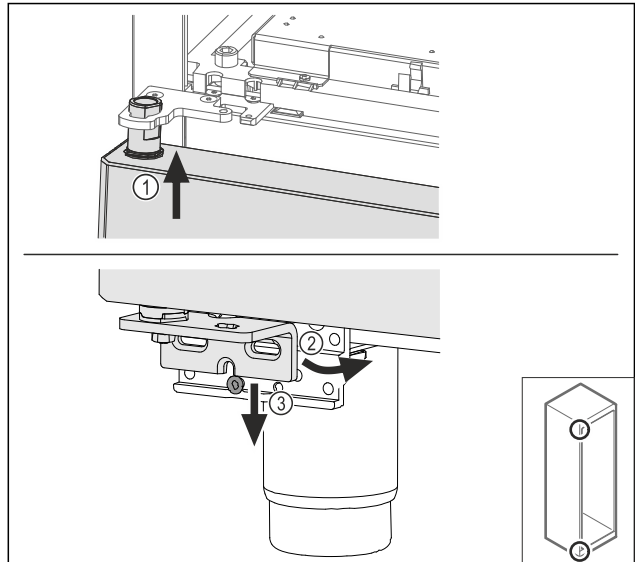

Fig. 68
- ▶ Deur iets gekanteld aan de bovenzijde terugplaatsen Fig. 68 (1), deur recht uitlijnen Fig. 68 (2) en aan de onderzijde op de lagerbokschroef Fig. 68 (3) plaatsen.